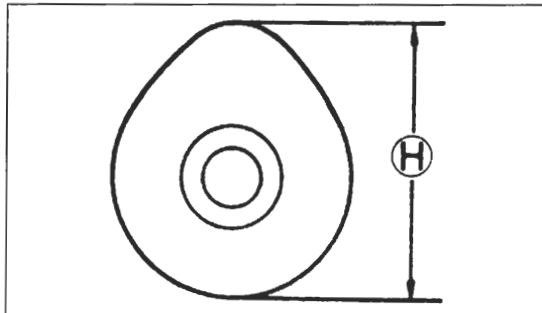

Bild 184
- Nach Wiederöffnen Lagerspiel an Quetschbreite des Streifens ablesen (je breiter der Streifen, desto geringer das Spiel), siehe Bild 184.